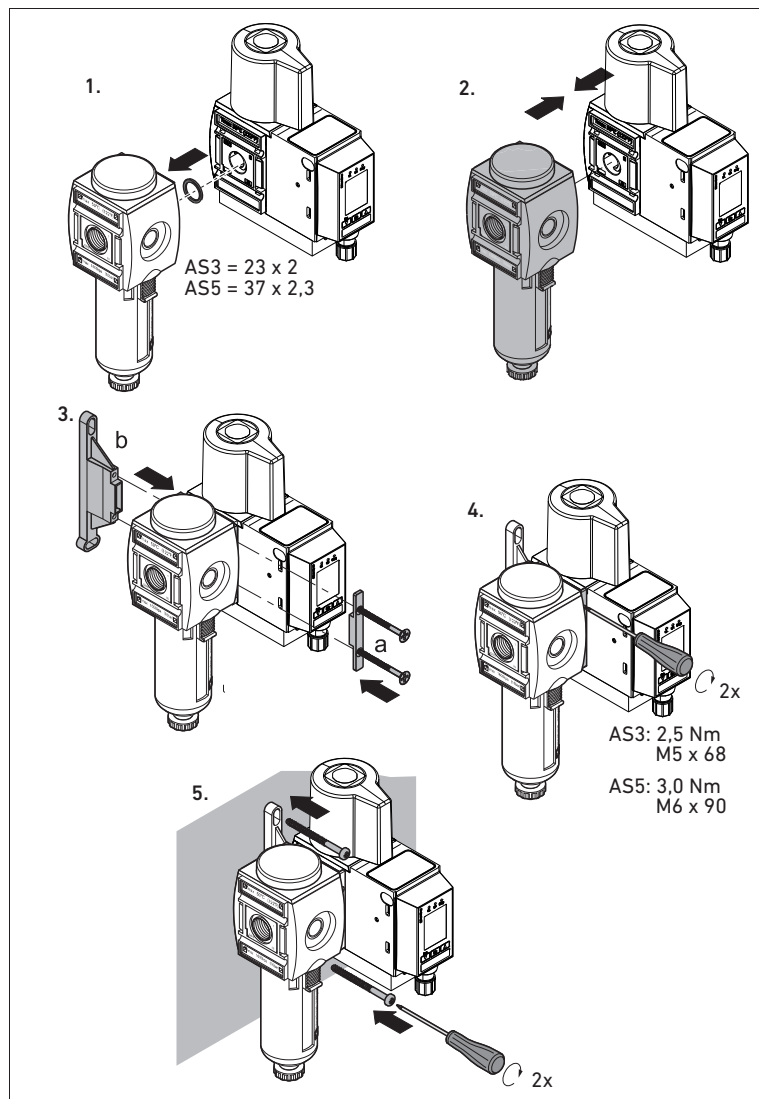

fig 4: Sätta fast EV1X med extra väggfäste
**i** Om fyra eller fler delar ska blockmonteras, måste istället för fastsättningskomponenten, ett speciellt väggfäste W03 - R412007370 användas efter varannan ventil (se fig. 4).
Följ beskrivningen i fig. 4: